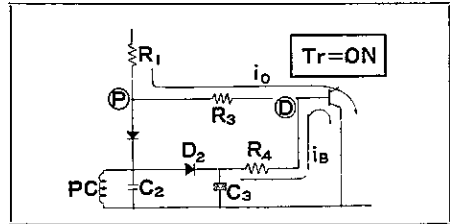
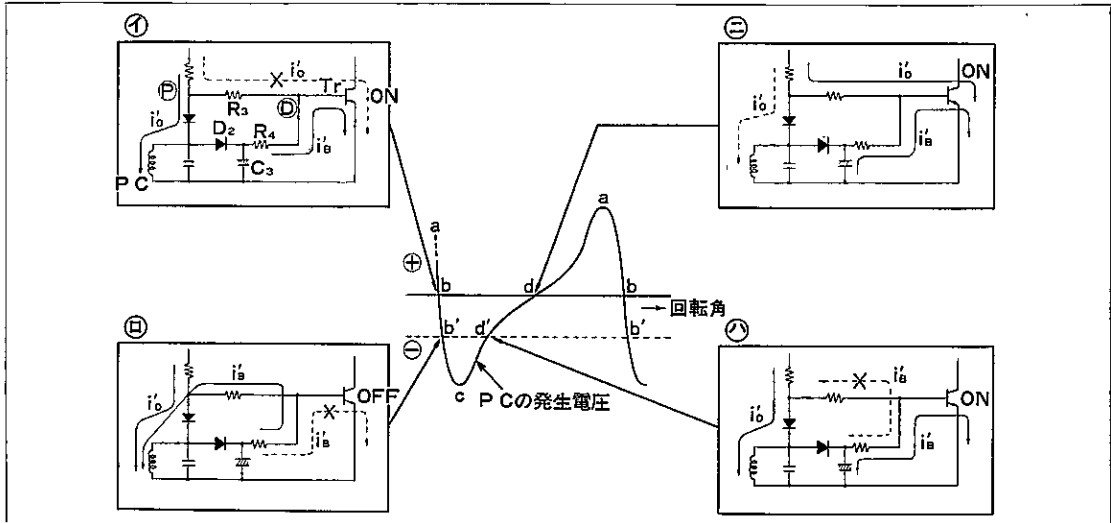

図5-17 Tr ベース電流
図5-18 バイパス回路の作動
ディストリビュータの回転が高くPCの発生電圧が図5-18のような波形のとき、⊕電圧のときは図5-17のようにバッテリーからの i_o とバイパス回路からの i_B の和によるベース電流によつてTrはONしています。次に回路中の④点電位がaからdになるとバッテリーからのベース電流 i_o がPCに吸収され(i_o がなくなり i_o' として流れる)流れなくなります。
バイパス回路がないと、この点でTrはOFFするが、バイパス回路があるためバイパス回路からの i_B によつてTrはONを継続し、bではTrがOFFしません。(図5-18④参照)
TrをOFFさせるためにはこのバイパス回路からの i_B をしや断しなければならない。この i_B をしや断するには、図5-18③の④点を①点より低い電位にして i_B をPCに吸収すればよい。すなわち、④点の電位が図5-18の波形のb'になつたとき i_B がPCにすべて吸収され、初めてTrのベース電流がなくなりTrはOFFしてコイルの一次電流がしや断されるのでコイルの誘導作用によつて二次コイルに高電圧を誘起します。
次にシグナルロータが回転しPCの発生電圧がb'→c→d'になると、今度は④点の電位が上昇して i_B' が流れなくなりバイパス回路からの電流はTrのベース電流 i_B となつて(図5-18②)Trは再びONし、コイルに一次電流が流れます。またPCの発生電圧がさらに高くなりdになると図5-18①のようにbとは逆に i_o がTrのベースに流れるようになつて(i_o+i_B)のベース電流でTrはONするようになります。